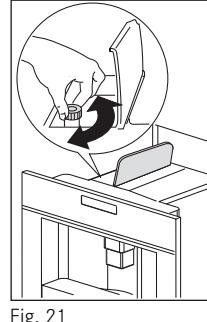

Fig. 21
- Dacă se utilizează mai mult de o măsură de cafea pre-râşnită, iar pâlnia se înfundă, împingeți cafeaua cu un cuțit (Fig. 21). După aceea scoateți și curătați unitatea de infuzare și mașina, aşa cum se arată în secțiunea "Curățarea unității de infuzare".